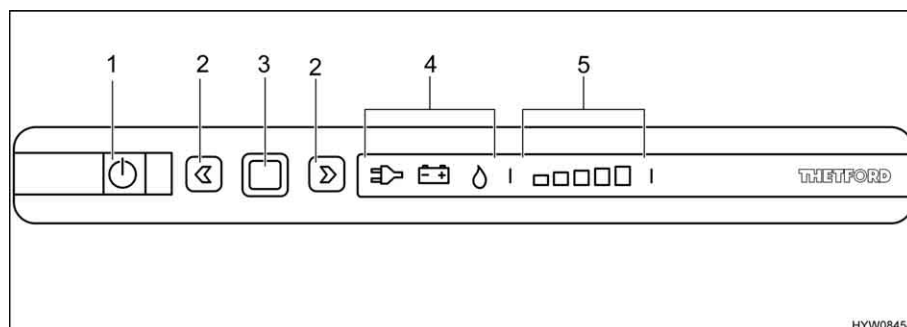

Fig. 55 Elementi di comando del frigorifero
La modalità di funzionamento attuale è indicata da un simbolo luminoso (Fig. 55,4) sulla centralina di controllo.
Dopo l'accensione il frigorifero seleziona automaticamente la regolazione del termostato selezionata per ultimo. Questa impostazione può essere modificata manualmente con i tasti freccia (Fig. 55,2). Le barre luminose dell'indicatore del livello di refrigerazione (Fig. 55,5) visualizzano la temperatura selezionata sul termostato. Con i tasti freccia viene regolata la temperatura di refrigerazione per tutti i tre tipi di energia. Ci vogliono alcune ore prima che il frigorifero raggiunga la temperatura normale di esercizio. Cambiando la modalità di funzionamento la regolazione del termostato non viene modificata. La temperatura di refrigerazione è indipendente dal tipo di energia utilizzata.
- Premere il tasto On/Off (Fig. 55,1) per 1 secondo. Il tasto (Fig. 55,1) si illumina di verde. Dopo circa 10 secondi, l'indicatore viene attenuato per risparmiare energia.
- Premere il tasto di conferma (Fig. 55,3). L'impostazione attuale della modalità di funzionamento viene visualizzata.
- Se non è impostata la modalità di funzionamento a gas: Per modificare l'impostazione, premere il tasto di conferma (Fig. 55,3) per circa 2 secondi.
- Selezionare la modalità di funzionamento a gas con i tasti freccia (Fig. 55,2). L'alimentazione del gas è ora aperta. L'accensione avviene automaticamente. È udibile un ticchettio fino a quando procedura di accensione non è stata portata a termine.
- Premere il tasto di conferma (Fig. 55,3) per 2 secondi.
- Premere nuovamente il tasto di conferma (Fig. 55,3). Il livello di refrigerazione attuale viene indicato dalle barre luminose (Fig. 55,5).
- Per modificare l'impostazione, premere i tasti freccia (Fig. 55,2) fino a visualizzare l'impostazione desiderata.
- Premere il tasto On/Off (Fig. 55,1) per circa 2 secondi. Tutte le spie si spengono. Il frigorifero è spento.
- Se non è impostata la modalità di funzionamento 230 V: Per modificare l'impostazione, premere il tasto di conferma (Fig. 55,3) per circa 2 secondi.
- Selezionare la modalità di funzionamento 230 V con i tasti freccia (Fig. 55,2).
- Se non è impostata la modalità di funzionamento 12 V: Per modificare l'impostazione, premere il tasto di conferma (Fig. 55,3) per circa 2 secondi.
- Selezionare la modalità di funzionamento 12 V con i tasti freccia (Fig. 55,2).